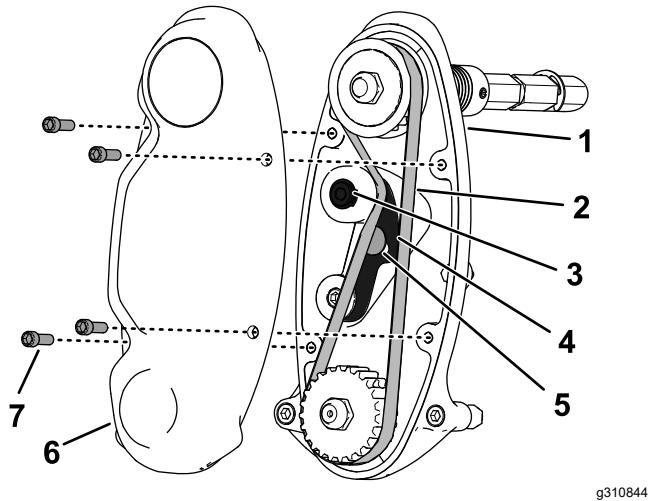

Рисунок 15
- Используйте динамометрический ключ штангового типа, чтобы приложить усилие 6–7 Н·м к внутреннему винту рычага верхнего натяжного ролика (Рисунок 15).